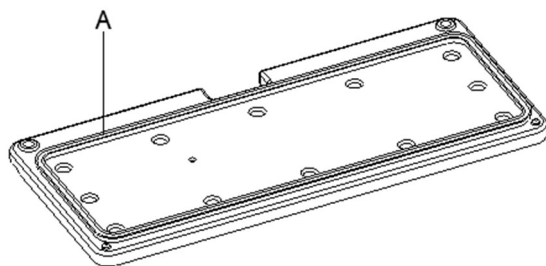

Figura 33
13. Pulire la guarnizione in gomma (A, Figura 33) del coperchio e controllarne l'integrità e l'efficienza. Se necessario, sostituirla.